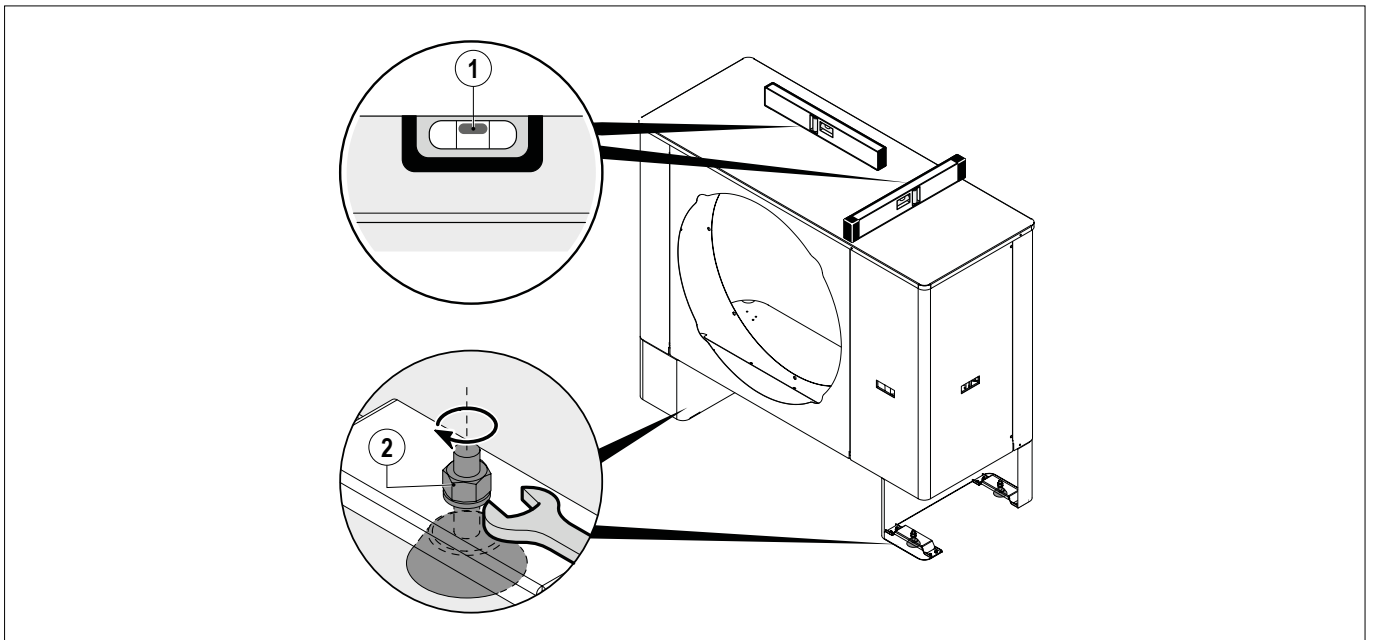

ABB. 39 (Nivellieren der Maschine)
- 1) Positionieren Sie eine Wasserwaage **(ABB. 39 -Bez. 1)** in Längs- und Querrichtung der Maschine
- 2) Richten Sie mit Hilfe der Muttern **(ABB. 39 -Bez. 2)** die Maschine aus
- 1) Positionieren Sie eine Wasserwaage (**ABB. 39 -Bez. 1**) in Längs- und Querrichtung der Maschine
- 2) Richten Sie mit Hilfe der Muttern (**ABB. 39 -Bez. 2**) die Maschine aus